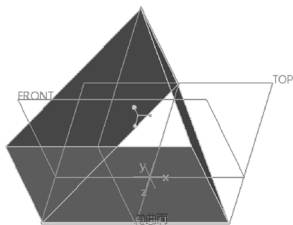

图 6-66 指定拔模曲面
3) 结合 $\langle \text{Ctrl} \rangle$ 键选择要拔模的 3 个侧面, 如图 6-66 所示。